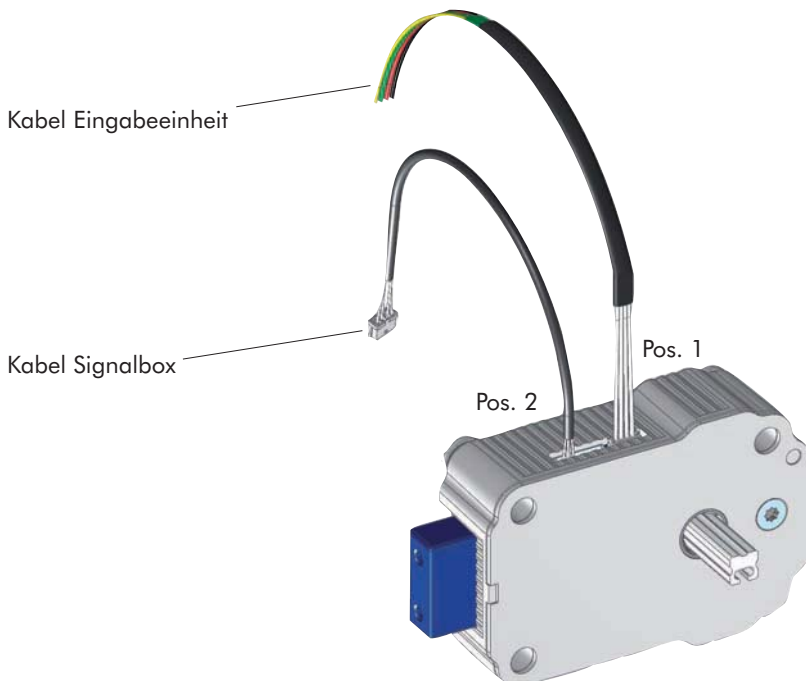

Abb. 2: Verbindung Stecker-Eingabeeinheit/Elektronikschloss
- Verbindungsstecker der Eingabeeinheit in Position 1 (siehe Abb.2) am Schloss klemmen und Arretierung prüfen. Zum Lösen den Stecker vorsichtig herausziehen.
- Bei Verwendung einer Signalbox wird das Kabel in die dafür vorgesehene Position 2 am Schloss geklemmt (siehe Abb. 2). Weitere Einbauhinweise siehe separate Einbauanleitung PrimorSignal.